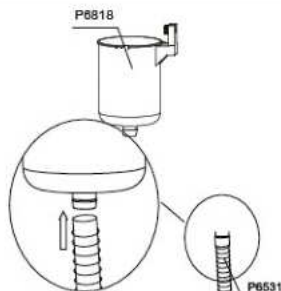

Fig. 2/Abb. 2/Kuva. 2/EIK. 2/Pac. 2/Rys. 2/2. Ábra
1. Connect the hose (P6531) to the bottom of the skimmer body (P6818). (See Fig.2)
1. Ligue a mangueira (P6531) ao fundo do corpo do skimmer (P6818). (Ver Fig.2)
1. Conecte la manguera (P6531) a la base del recogehojas (P6818). (Véase la Fig. 2)
1. Verbinden Sie den Schlauch (P6531) mit der Unterseite des Abschlümkörpers (P6818). (Siehe Abb. 2)
1. Sluit de slang (P6531) aan op de onderkant van het skimmerlichaam (P6818). (zie Abb. 2)
1. Collegare il tubo (P6531) alla parte inferiore dell'involucro dello skimmer (P6818) (v. Fig. 2).
1. Raccorder le tuyau (P6531) au bas du corps du skimmer (P6818). (Voir fig. 2)
1. Подсоедините шланг (P6531) к нижней части корпуса сифнера (P6818). (См. рис. 2.)
1. Podłącz wąż (P6531) do dolnej części korpusu skimera (P6818). (Patrz Rys. 2)